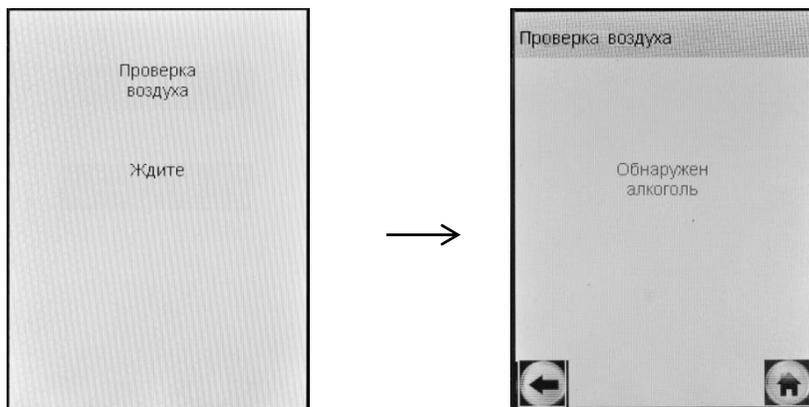

Рисунок 16 – В окружающем воздухе, мундштуке или в заборной системе обнаружены пары этанола
2.7.18 Если при выполнении 2.7.9 настоящего РЭ в окружающем воздухе, мундштуке или заборной системе анализатора будет обнаружен этанол или другие компоненты, которые могут оказать влияние на показания анализатора, на экране появится сообщение «**Обнаружен алкоголь**» (рисунок 16, справа).